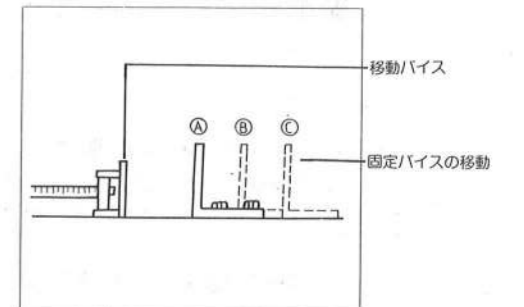

図3
- ①材料の寸法により、固定バイスを移動する事によって、よりよい切断作業ができます。(図3参照)
- ②固定クランプの移動とクランプの開き巾